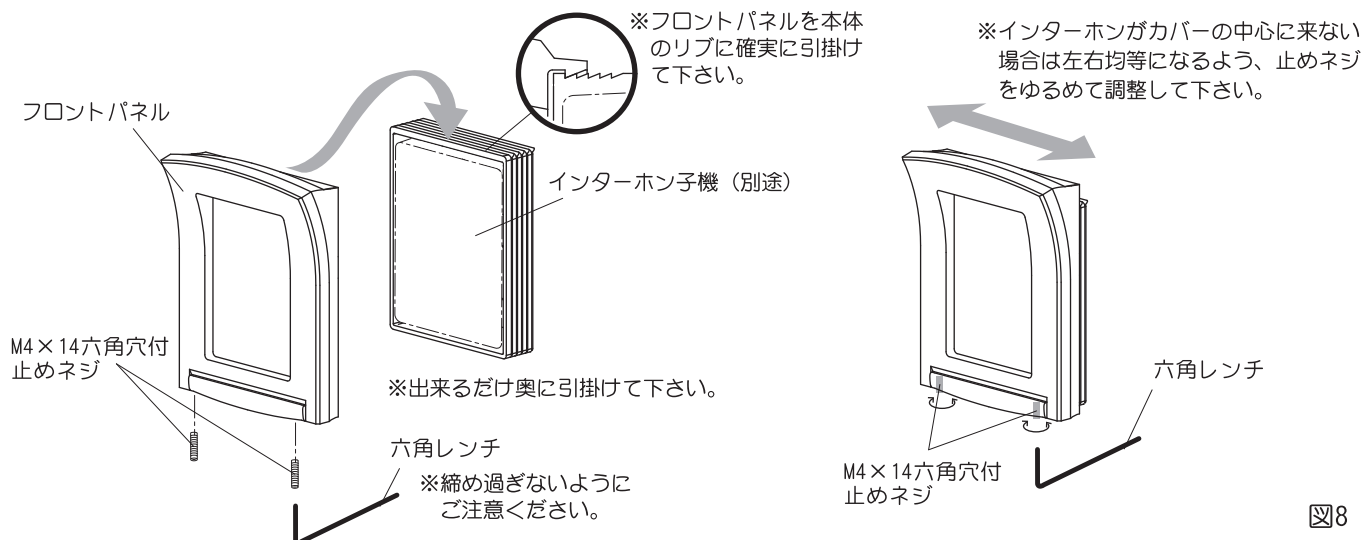

図8
インターホンフロントプレートCをフロントパネルに取付けます。インターホンと重なるようネジで上下調整して下さい。(図8)
⑦フロントパネルを本体に取付けます。(図8)